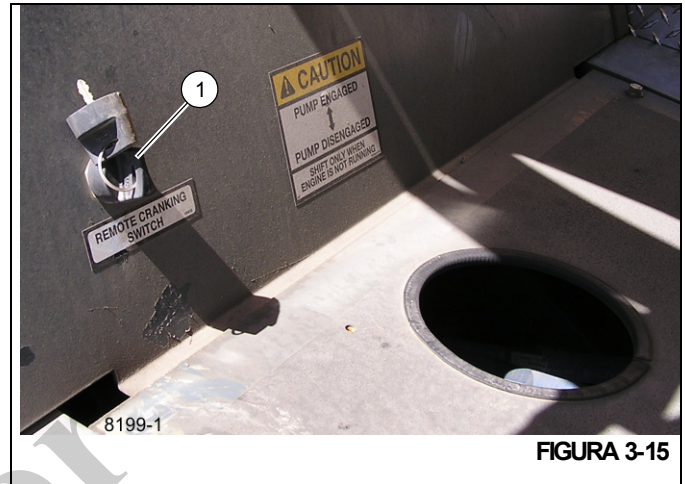

FIGURA 3-15
7. Pare el motor y vuelva a conectar la bomba; mientras se acciona el interruptor de arranque remoto (1, Figura 3-15), empuje hacia abajo la palanca de desconexión de la bomba hasta que la bomba se conecte.